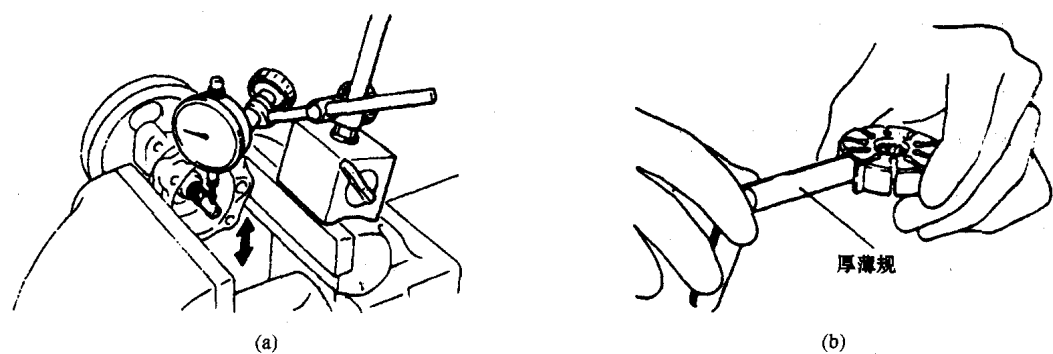

图7-27测量间隙
(4) 轴和泵体间隙的测量见图7-27，把千分尺靠在皮带轮部件的轴端上，上下推动皮带轮部件并测量间隙，极限值为0.1 mm。测量叶片和转子槽之间的间隙，极限值为0.1 mm。